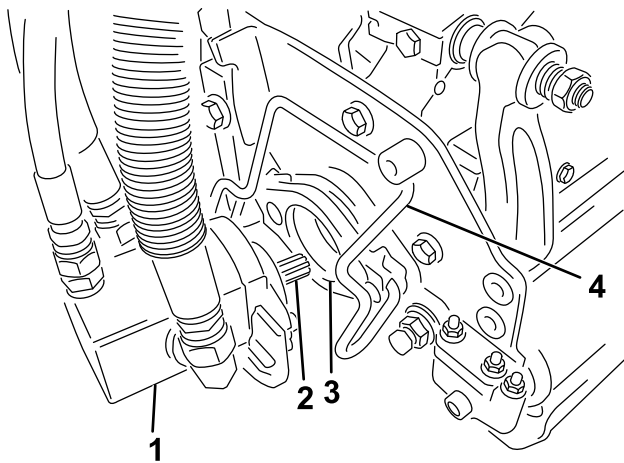

Bild 48
5. Schmieren Sie die Keilwelle des Schneideinheitmotors mit sauberem Fett ein (Bild 48).
6. Setzen Sie den Motor in die linke Seite der Schneideinheit (aus Sicht der Bedienerstellung) und ziehen Sie die Motorbefestigungsstange an der Schneideinheit zum Motor, bis Sie einen deutlichen Klick von beiden Seiten des Motors hören (Bild 48).